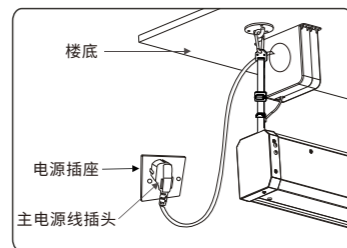

图15
9. 将主电源线另一端插头插入电源插座, 使银幕接通电源(如图15)。